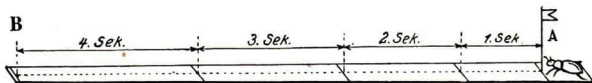

Abb. 37
**Schülerübung** an Abb. 37: Ein Käfer wandere die Linie AB entlang. (Sein Ort nach 1, 2, 3... Sek. ist jeweils angezeichnet.) Miß mit deinem Maßstab die Sekundenwege! (Tabelle.) Berechne hieraus (durch Abziehen) die Beschleunigung nach der 1., 2., 3... Sek.! Ist die Beschleunigung in allen Fällen dieselbe?
Weitere Beispiele: Beim „Eisschießen“ wird eine Platte auf dem Eise gegen ein Ziel geschleudert. Hemmend wirkt die Reibung. Ist diese an allen Stellen der Bahn gleich, so wird die Bewegung gleichmäßig verzögert. — Laß in Abb. 37 den Käfer den Weg rückwärts machen, so daß also seine Wege immer kleiner werden!